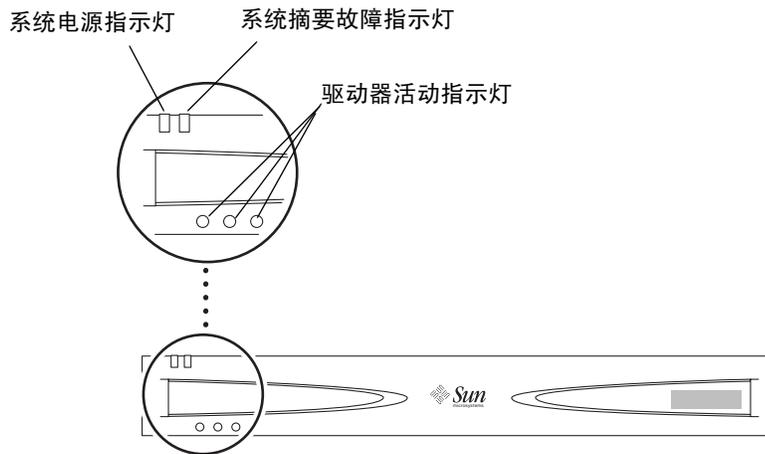
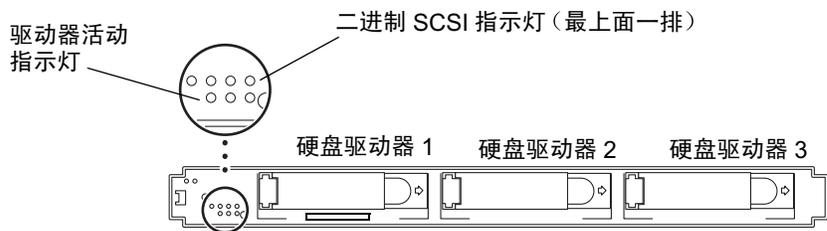

图 5-1 带面板的前面板指示灯
图 5-2 取下面板的前面板指示灯
前面板指示灯指示系统电源、系统故障、硬盘驱动器活动和 SCSI ID 分配。图 5-1 和图 5-2 显示前面板指示灯的位置，表 5-1 显示指示灯的含义，并提供纠正措施。系统上还带有快速参考卡片，介绍 SCSI ID 指示灯的含义。
2. 找到二进制 SCSI 指示灯（请参见图 5-2）。